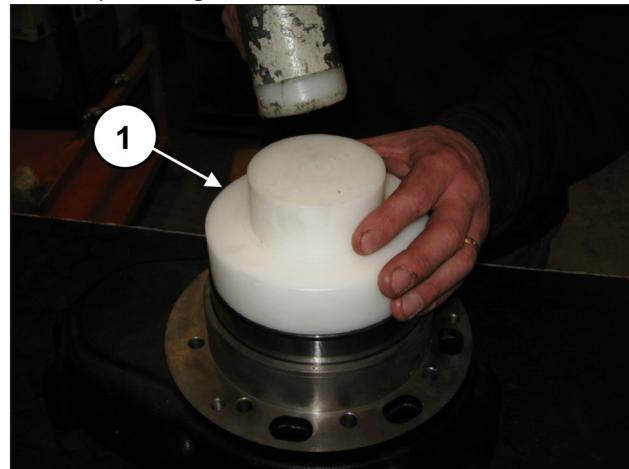
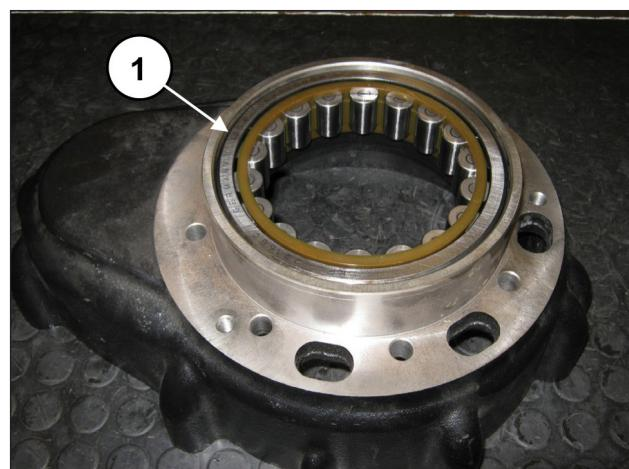

Fig. 53
Fig. 54
Desde el lado opuesto de la caja del reduktor, premontar la anilla externa del cojinete del eje acodado utilizando la herramienta cód. 27605000, (pos. ①, Fig. 53) para introducirla a fondo (pos. ①, Fig. 54).